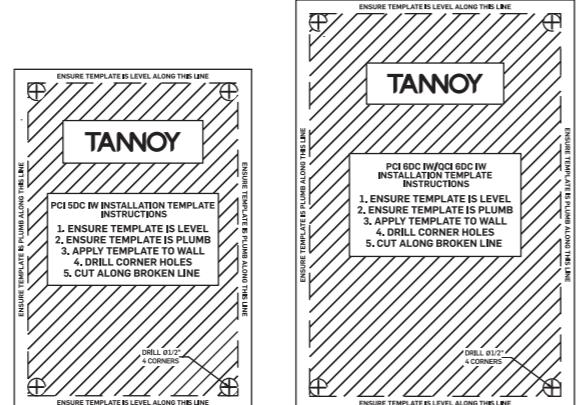
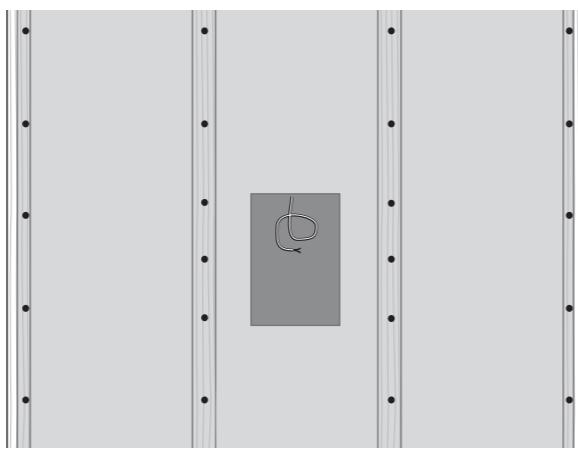

図 1. カットアウトテンプレート
図 2. 壁の間柱の中央にある乾式壁の切り欠き
2. 付属のカットアウトテンプレート (図 1) を目的の場所で使用し、適切なハンドツールを使用して乾式壁に慎重に穴を開けます。穴からほこりやごみを取り除きます (図 2)。